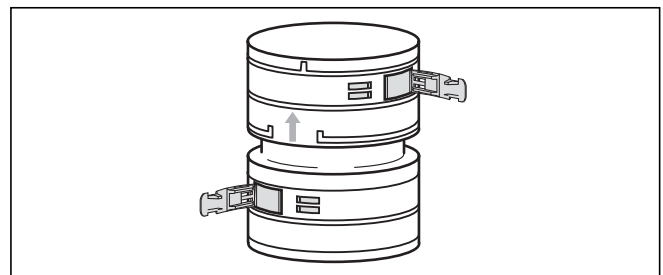
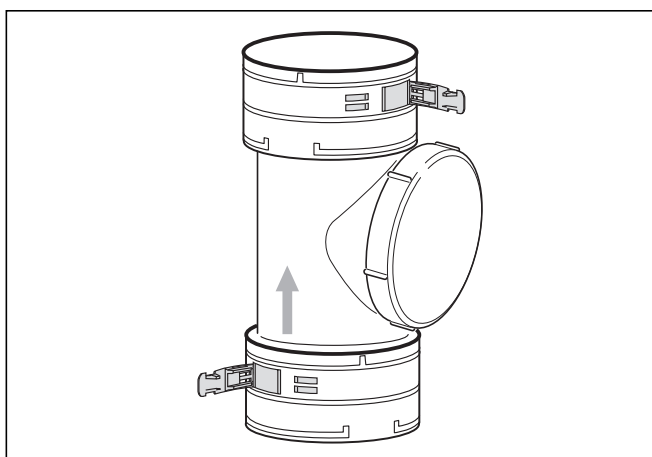

Abb. 6.50 Verbindungselement
Abb. 6.51 Reinigungselement
Anstatt die Gesamtlänge der flexiblen Abgasleitung mit einem einzigen Stück zu überwinden, können Sie mehrere Teilstücke einsetzen und diese mit Verbindungselementen (Art.-Nr. 303 512, Abb. 6.50) oder einem Reinigungselement (Art.-Nr. 303 511, Abb. 6.51) verbinden.
- Montieren Sie bei Bedarf zuerst Verbindungs- und Reinigungselemente (siehe Abb. 6.50 und 6.51).